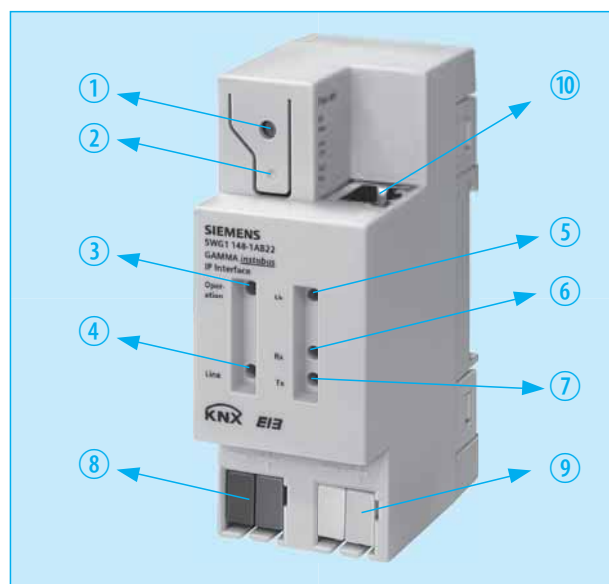

Bild 1: IP-Schnittstelle N 148/22
- Welche Anschlüsse ① ... ⑩ zeigt Bild 1?
- ①: LED rot: zur Anzeige Normalmodus (LED aus) oder Adressiermodus (LED ein).